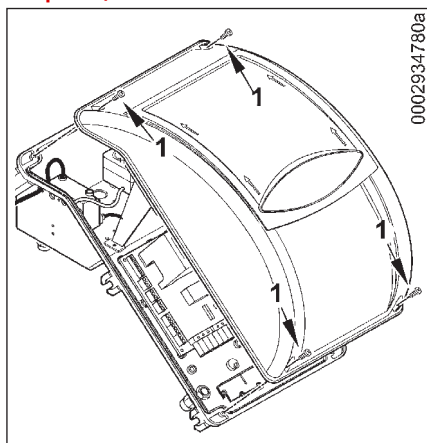

Рис. 1
- 1) Снимите крышку, открутив 4 винта (1), согласно рис. 1, при этом не убирайте прозрачное окошко. Таким образом, можно иметь доступ к электрической панели горелки.